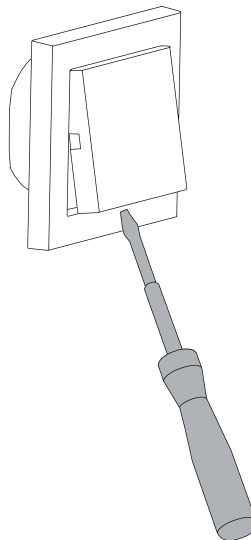

Bild 4: Abdeckung demontieren
- Schraubendreher in Aussparung an der Unterseite einsetzen (Bild 4) und Abdeckung (4) vorsichtig abhebeln.
- ⓘ Abdeckung (4) und Design-Rahmen (2) nicht beschädigen.
- Schraube (6) lösen.
- Elektronik-Aufsatz (3) vom Einsatz abziehen.